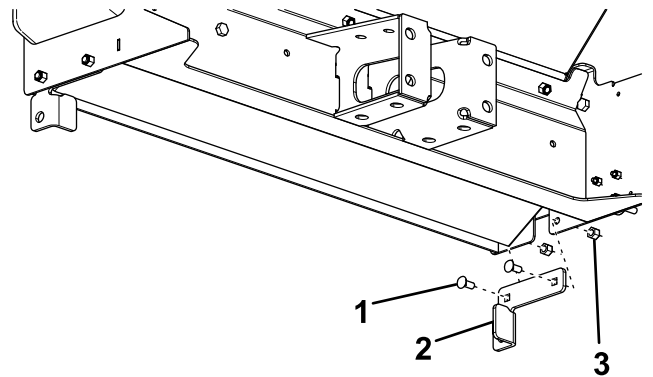

Figura 17
2. Sujete los topes de la plataforma a cada lado del armazón del esparcidor con 4 pernos (5/16") y contratuercas (Figura 17).